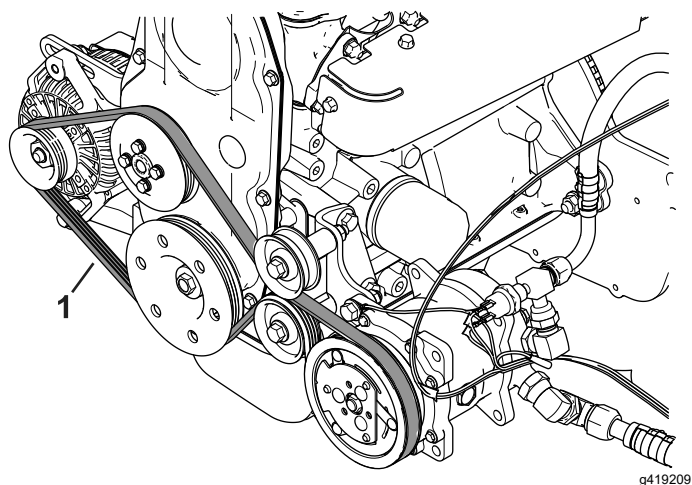

Figura 37
9. Installate la cinghia sul compressore, sulle pulegge tendicinghia, sul motore e sull'alternatore (Figura 35 e Figura 37).